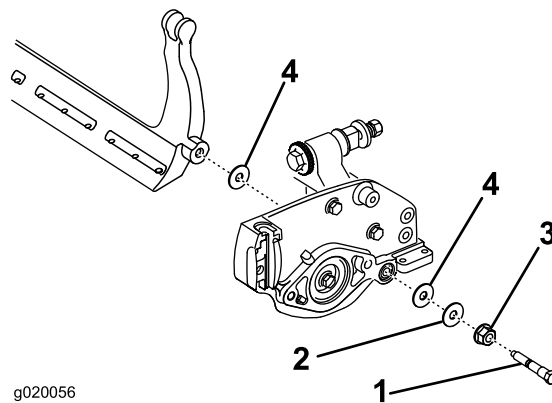

Bild 22
Bewahren Sie die zwei Nylonscheiben und die Stahlscheibe an jedem Ende des Untermesserträgers auf (Bild 22).
3. Legen Sie eine Nylonscheibe auf jede Seite des Seitenplattenansatzes. Legen Sie eine Stahlscheibe außen auf jede Nylonscheibe (Bild 22).